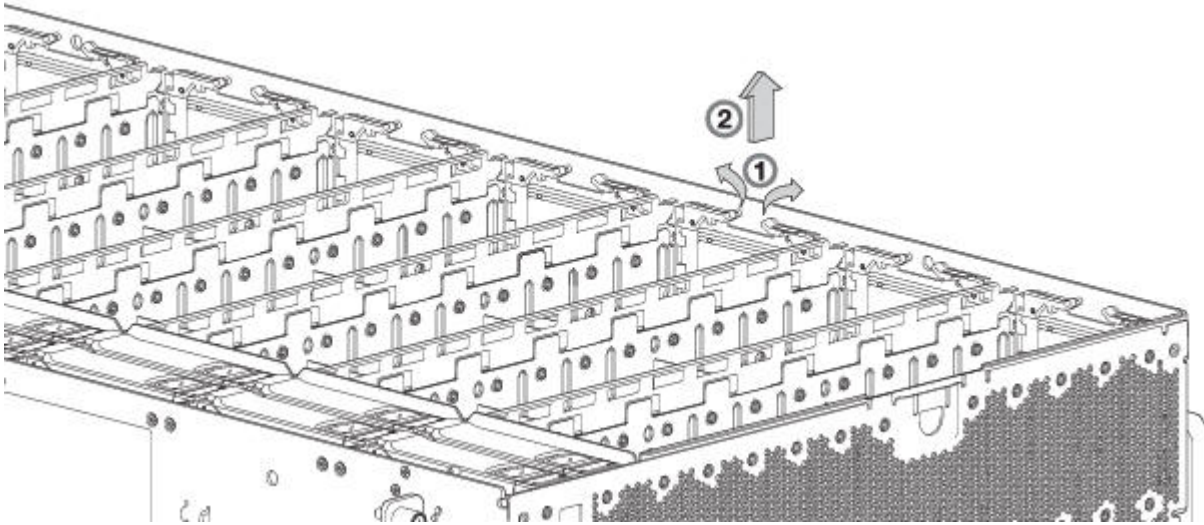
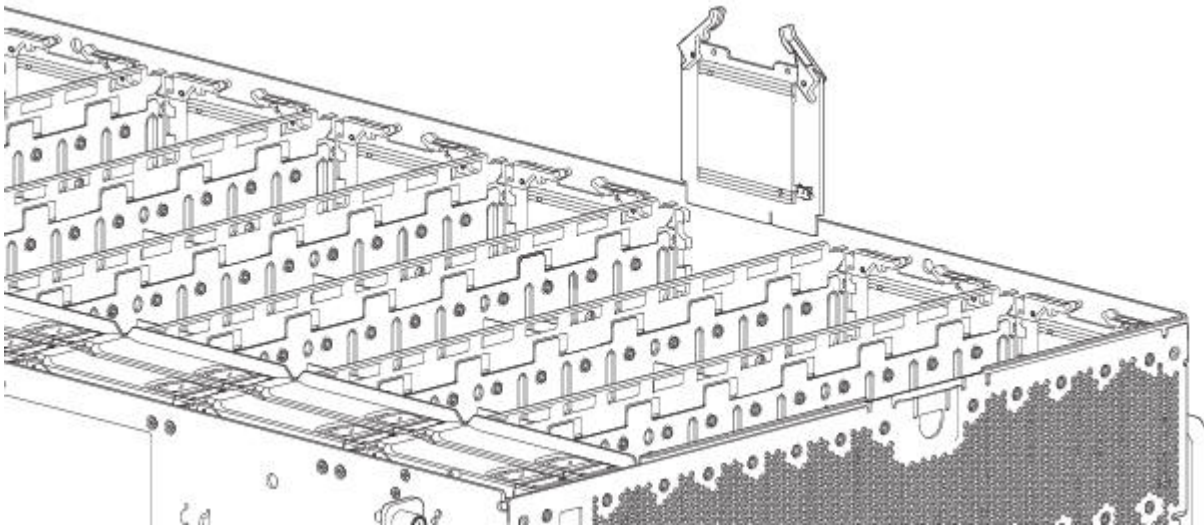

Figura 68. Removendo um Expansor HS (1 de 2)
Figura 69. Removendo um Expansor HS (2 de 2)
2. No expansor HS com falha, segure cada um dos dois braços móveis plásticos entre o polegar e o dedo indicador, conforme mostrado na Figura 68 na página 82.
3. Gire cada braço móvel para cima para soltar a transportadora PCBA de seu slot, conforme mostrado na Figura 69.
Consulte a Figura 68 e a Figura 69 ao executar este procedimento, mas ignore a seta direcional, pois você irá inserir o módulo no slot em vez de removê-lo.